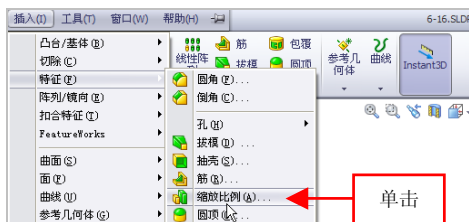

图 6-17 单击【缩放比例】命令
(2) 在菜单栏中, 单击【插入】|【特征】|【缩放比例】命令, 如图 6-17 所示。